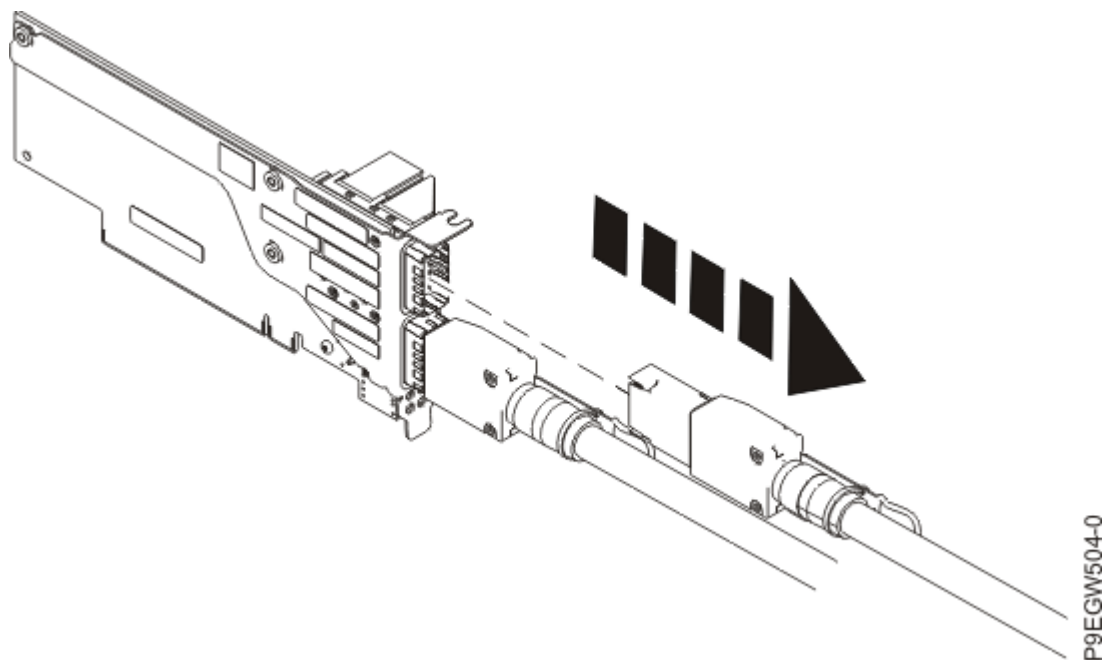

Figure 3. Retrait du câble de tiroir d'extension du port de l'adaptateur de câble PCIe3 sur le système hôte
2. En tenant la languette, retirez le câble de tiroir d'extension du port de l'adaptateur de câble PCIe3 sur le système hôte, comme illustré à la Figure 3, à la page 5.